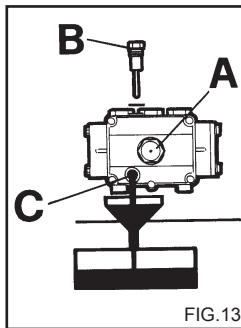

FIG.13
2) Desatarraxe a tampa com a vareta de controlo do nível (fig. 13).